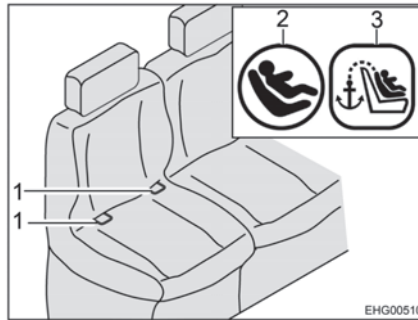
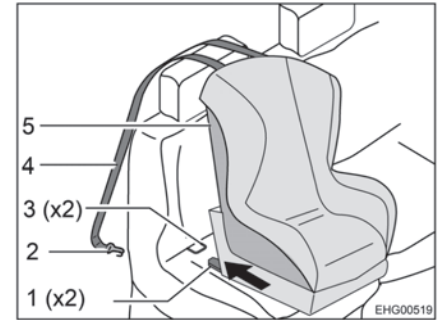

Fig. 13 Sedile con Isofix
Fig. 14 Fissaggio con Top Tether
- Innestare i braccetti di ritenuta (Fig. 14,1) nella staffa di supporto (Fig. 13,1 e Fig. 14,3). Al momento dell'innesto dovrebbe essere possibile sentire un "clic".
- Scuotere con decisione il seggiolino per bambini (Fig. 14,5) per verificare che sia ben fissato.
- Portare la cintura Top Tether (Fig. 14,4) sul poggiatesta del sedile.
- Agganciare il gancio di fissaggio (Fig. 14,2) al punto di ancoraggio sul retro del sedile del veicolo.